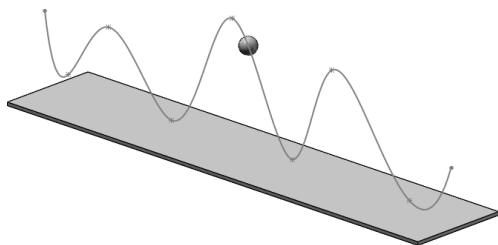

图 11-14 导入零件并定义重合配合关系
STEP 1 在装配环境中，首先装配一个平板，然后绘制一条样条曲线，再导入一个带有中心点的球，然后定义球的中心点和样条曲线之间为重合配合关系，如图 11-14 所示。